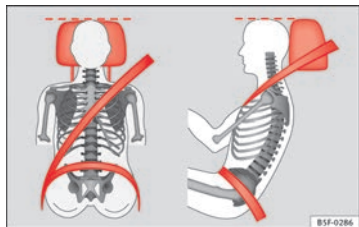

Abb. 85 Von vorne betrachtet: richtig eingestellte Kopfstütze und korrekter Gurtverlauf
- Die Kopfstützen so einstellen, dass sich die Oberkante der Kopfstütze möglichst auf einer Linie mit dem oberen Teil Ihres Kopfes, aber mindestens auf Augenhöhe befindet ⇒ Abb. 85.